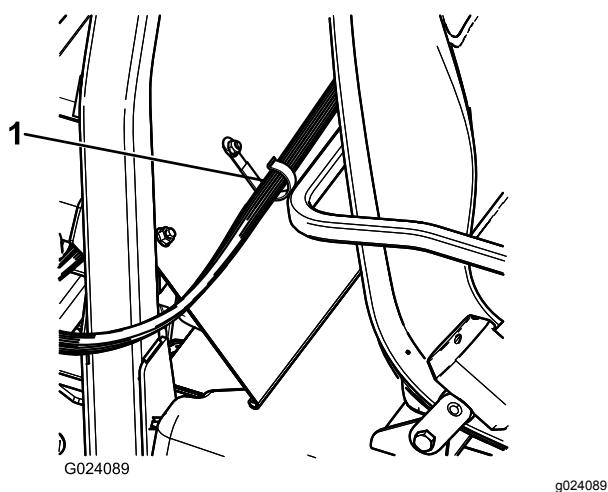

Figura 21
2. Installate un fermaglio a J dietro il sedile del passeggero usando un bullone ($\frac{1}{4}$ " x $\frac{1}{2}$ ") e un dado flangiato ($\frac{1}{4}$ ") (Figura 21).
3. Fissate il cablaggio del quadro di comando alla consolle e alla copertura del ROPS usando i fermagli a J (Figura 21).